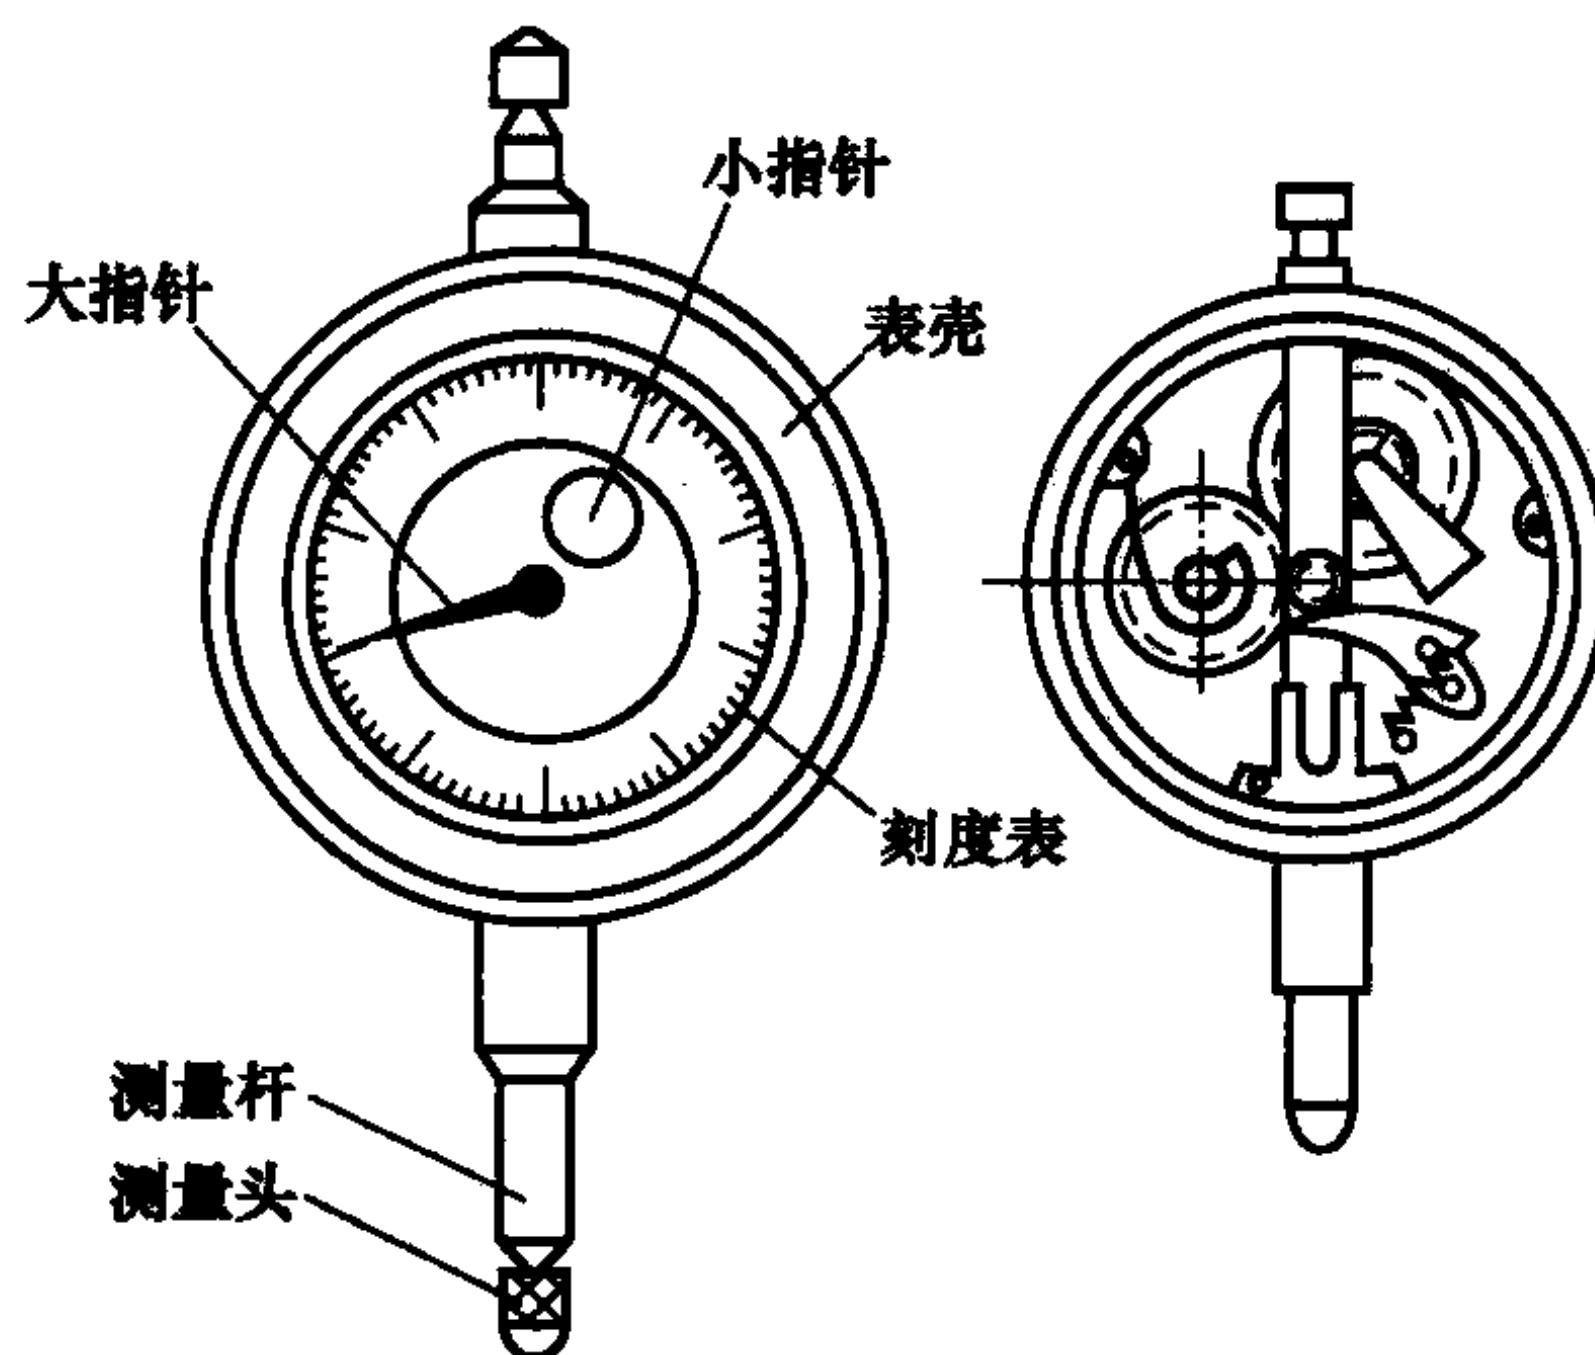

图 2-8 百分表
(1) 百分表的结构 如图 2-8 所示, 当测量头向上或向下移动 1mm 时, 通过测量杆上的齿条和几个齿轮带动大指针转一周, 小指针转一格。刻度盘在圆周上有 100 等分的刻度线, 其每格的读数值为 0.01mm; 小指针每格读数值为 1mm。测量时大、小指针所示读数变化值之和即为尺寸变化量。小指针处的刻度范围就是百分表的测量范围。刻度盘可以转动, 供测量时调整大指针对零位刻线之用。